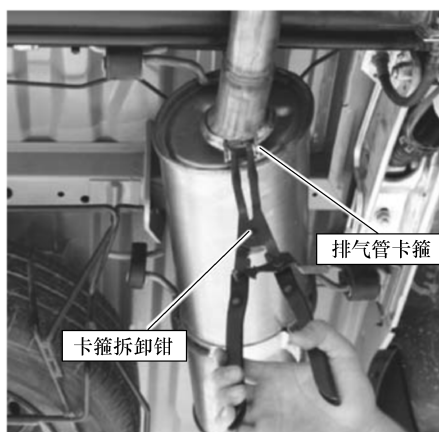

图 6-13 拆卸排气管卡箍
- 2) 借助排气管卡箍拆卸钳，拆卸排气管卡箍，如图 6-13 所示。